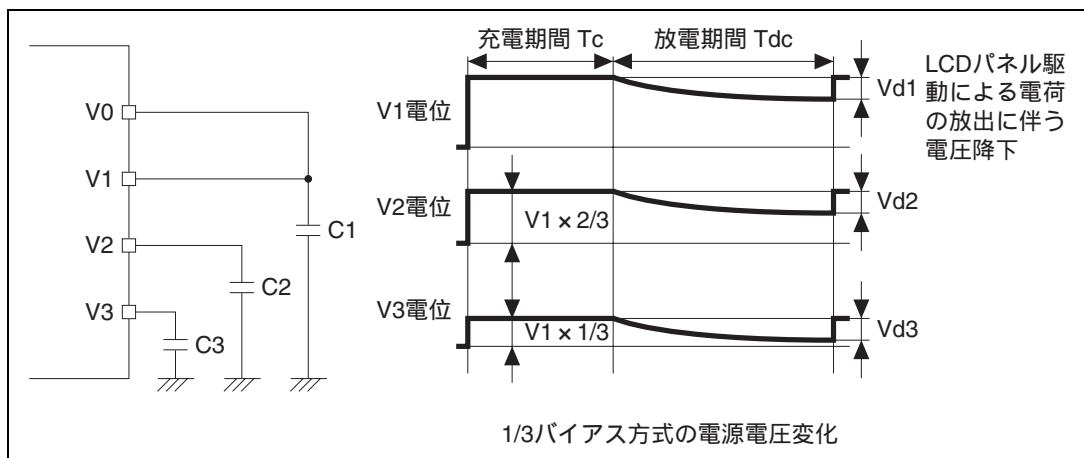

図 13.14 低消費電力 LCD 駆動方式動作例
- (1) 図13.14に示すように、LCD電源端子のV1、V2、V3にコンデンサを外付回路として接続します。
- (2) V1、V2、V3に接続されたコンデンサは図13.14に示すような周期で充電と放電を繰り返し、電位を保持します。
- (3) このとき、充電される電位はV1、V2、V3各々の端子に相当する電位です。
- (1) 図中の充電期間 $T_c$ の間、V1、V2、V3端子には図13.14に示すような電位 (V2はV1の3分の2、V3はV1の3分の1の電位) が内蔵分割抵抗により分圧され、外付コンデンサのC1、C2、C3を充電します。この期間もLCDパネルは駆動されています。
- (2) 次の放電期間 $T_{dc}$ には、充電は停止し、各コンデンサに充電された電荷を放電することにより、LCDパネルを駆動します。
- (3) このとき、放電により若干の電圧降下が生じますが、充電期間とコンデンサの容量に適切な値を選択し、LCDパネルの駆動に影響がないようにしなければなりません。
- (4) このようにしてV1、V2、V3に接続されたコンデンサは図13.14に示すような周期で充電と放電を繰り返し、電位を保持しながらLCDパネルを駆動続けます。
- (5) 以上から分かるように、コンデンサの容量の値と充放電期間は、使用するLCDパネルの消費電流の値によって決まります。また充放電期間はCDS3~0により選択することができます。
- (6) 実際のコンデンサの容量と充放電期間は、LCDパネルの消費電流の要求に合わせて実験的に決める必要がありますが、内部分割抵抗に常時直流電流が流れる場合に比べ、最適な電流値を選択することができます。